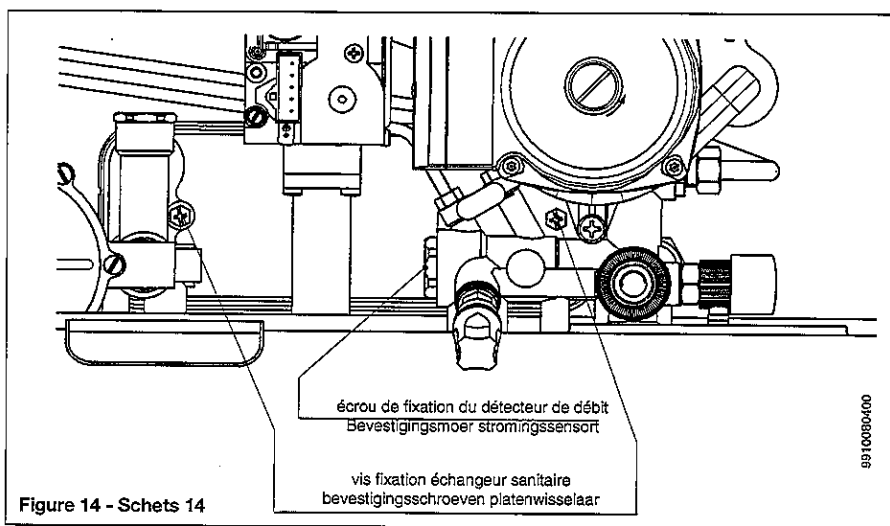

Figure 14 - Schets 14
- * enlever les deux vis de fixation (visibles sur la face avant) de l'échangeur sanitaire puis le déboîter de son logement (figure 14).
- * dévisser l'écrou présent sur le détecteur de débit (figure 14);